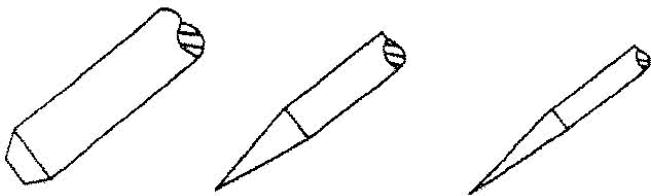

Рис. 5
- С. Отделка концов круглых электродов только для высокоточной микросварки. Конец электрода также можно заточить (рис. 5), но в этом случае ток не должен превышать 200А.